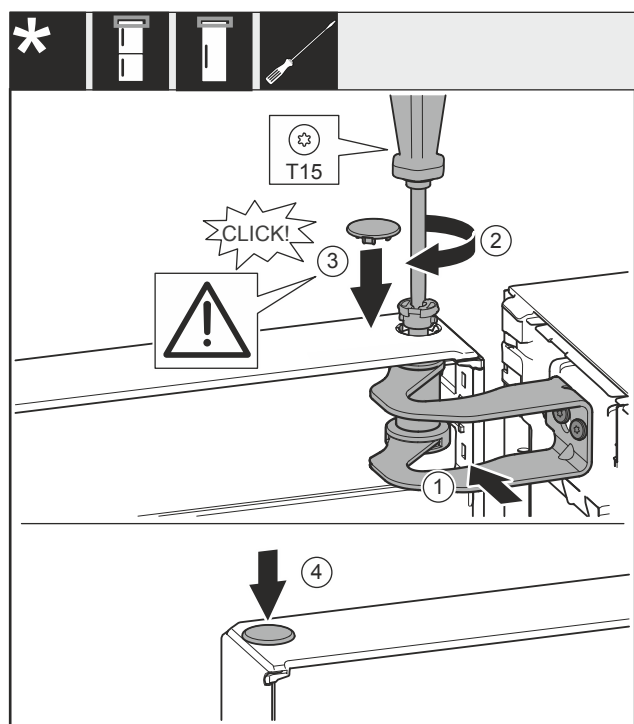

Fig. 59
- ▶ Allineare la porta all'apertura nella staffa di supporto Fig. 59 (1).
- ▶ Inserire i perni Fig. 59 (2) e stringerli con un cacciavite.
- ▶ Inserire la copertura Fig. 59 (3).
- ▶ Controllare che la copertura Fig. 59 (3) poggi sulla porta.
- ▶ Inserire la copertura Fig. 59 (4).